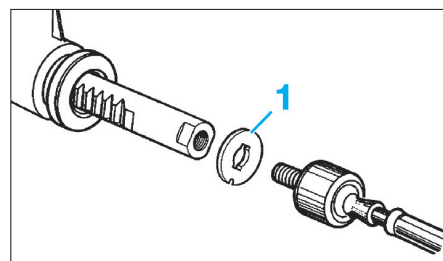

FIG. 10
- Remplacer le limiteur (1) sur le boîtier de direction (Fig.10).